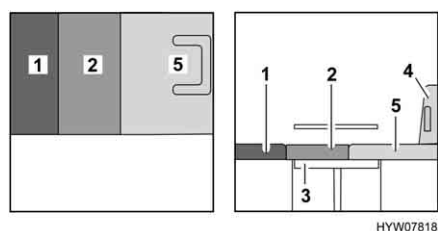

Fig. 109 Dopo la trasformazione
- Tirare il cuscino del divano (Fig. 109,2) in avanti.
- Posizionare il cuscino dello schienale (Fig. 109,1) tra il cuscino del divano e la parete posteriore.
- Posizionare il cuscino aggiuntivo (Fig. 109,5) sul sedile del conducente.
- Se necessario, spingere il sedile del conducente (Fig. 109,4) nuovamente all'indietro.